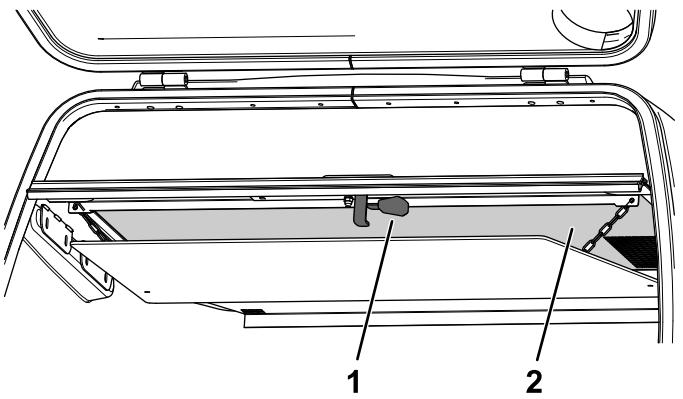

図 111
2. ホパースクリーンの下部解放レバーを下に引く図 111。